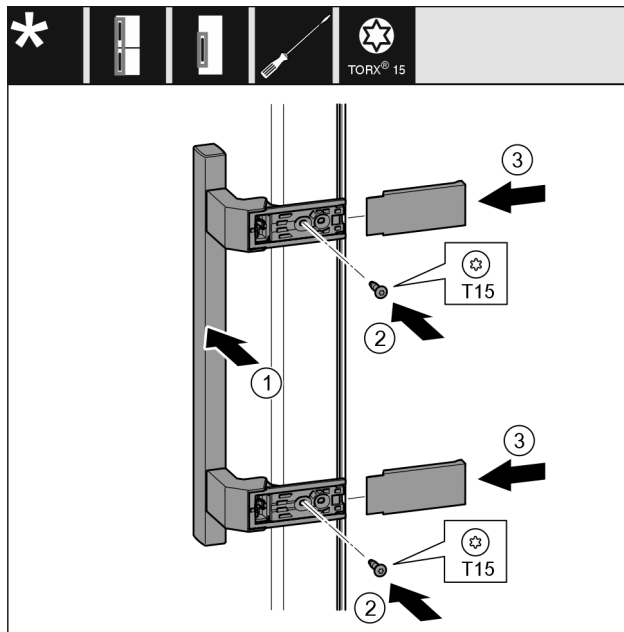

Fig. 26
- Vendosni dorezën Fig. 26 (1) në anën e kundërt.
- Mbërtheni fort vidat Fig. 26 (2) me kaçavidë.
- Vendosni kapakët mbulues Fig. 26 (3) anash dhe shtyjini.